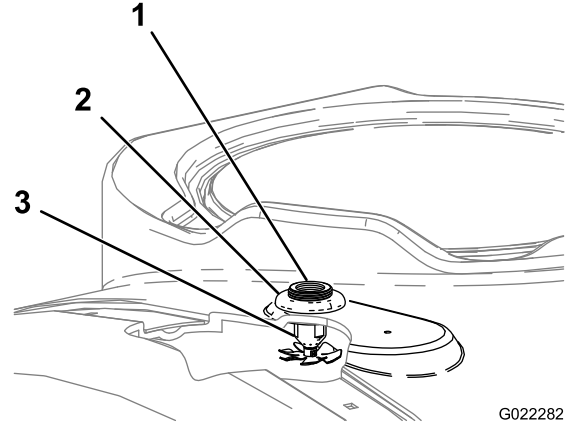

图 5
2. 将喷嘴组件向上穿过刚才钻的孔 图 5。
3. 将塑料凸缘螺母拧在药缸顶部隔板外露的螺纹上 图 5。确保密封件正确位于隔板接头和药缸底部之间。